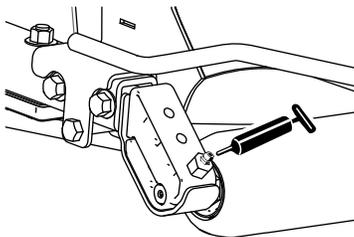

Figura 42
- 2 (por unidad de corte) cojinetes de rodillo trasero (Figura 42)